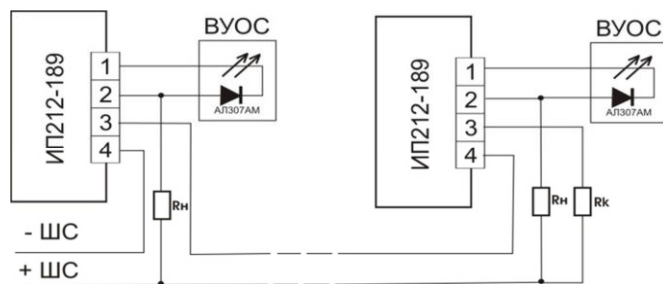

Рисунок 1
**Внимание потребителя!** Схема включения извещателей ИП212-189 в шлейф приведена на рис. 1
4.5 Контакты “1” и “2” клеммника можно использовать для подключения внешнего устройства оптической сигнализации (ВУОС), в соответствии с рис. 1.